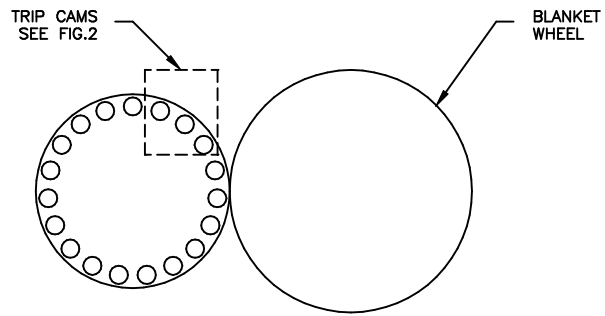

FIGURE 1 - SPINDLE WHEEL & BLANKET WHEEL
- 2) POSITION THE SPINDLE WHEEL SUCH THAT AN "A" TRIP CAM FOLLOWER HAS JUST PASSED THE "A" TRIP CAM (SEE FIGS. 1, 2 & 3). THIS IS MACHINE ZERO. SET THE RESOLVER OFFSET USING THE AUTO ZERO FUNCTION.